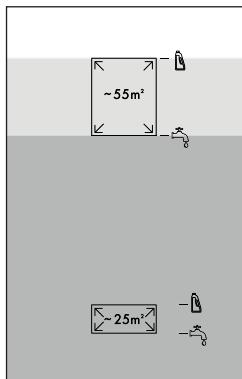

Fig. 9
- ◆ Pentru suprafețe mari (până la 55 m²) umpleți rezervorul de apă curată ⑪ cu substanțe de curățare până la al patrulea marcaj de nivel (a se vedea fig. 9).